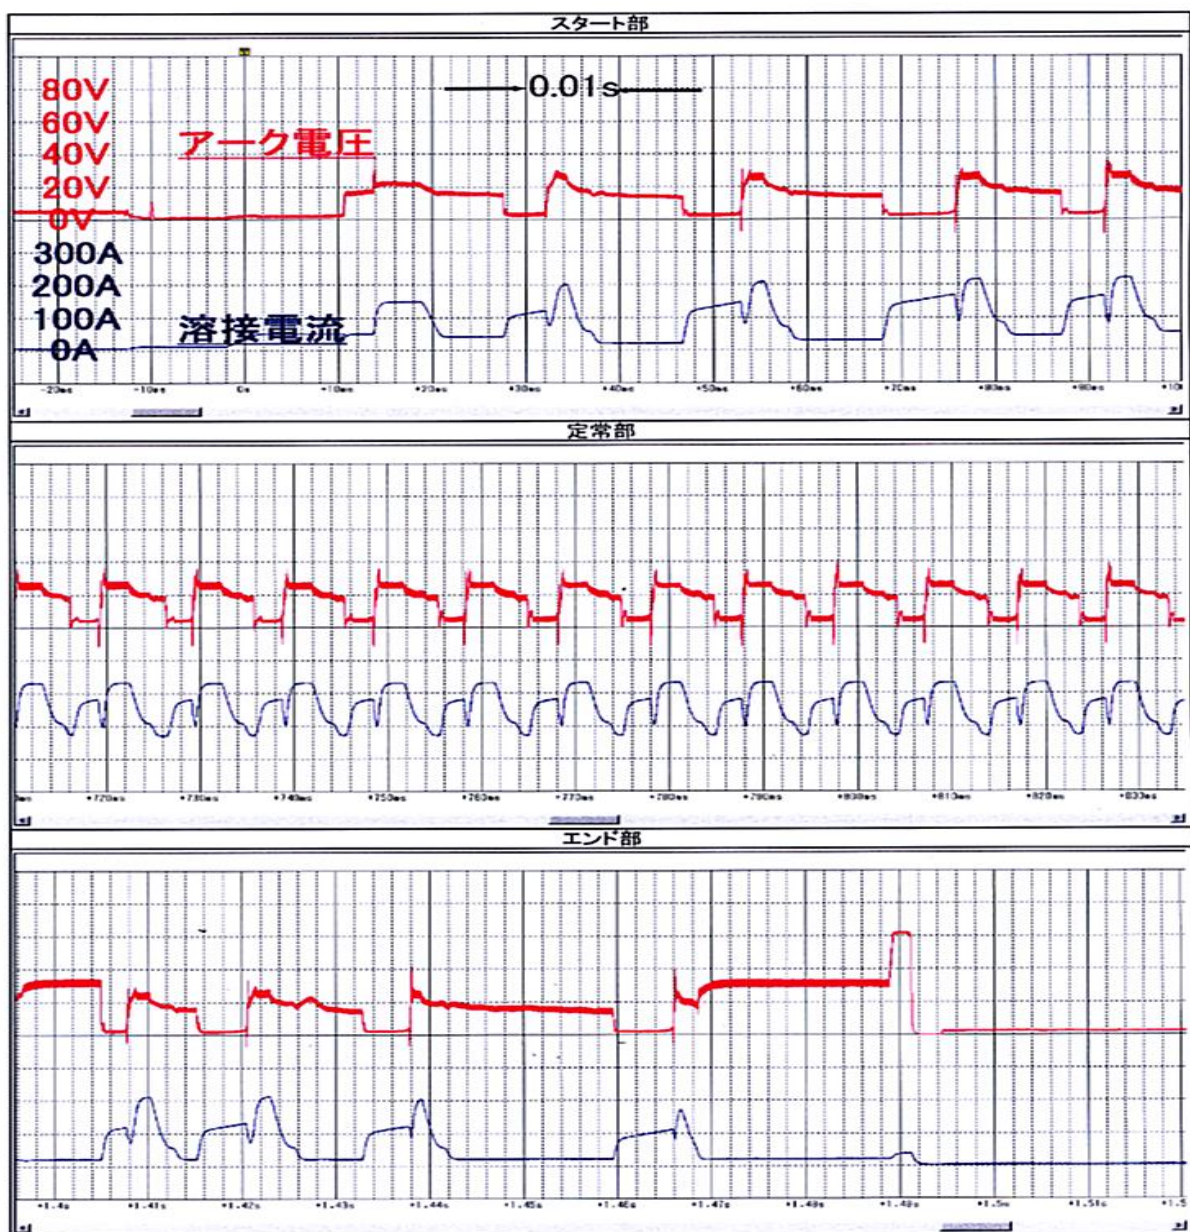

図 268-2 S-AWP 溶接法による電流・電圧波形の測定例（主な溶接条件 160A-19V）
2) 測定・採取した代表的な電流・電圧波形（図 268-2）
* 測定した溶接電流・アーク電圧の波形を図 268-2 に示す。